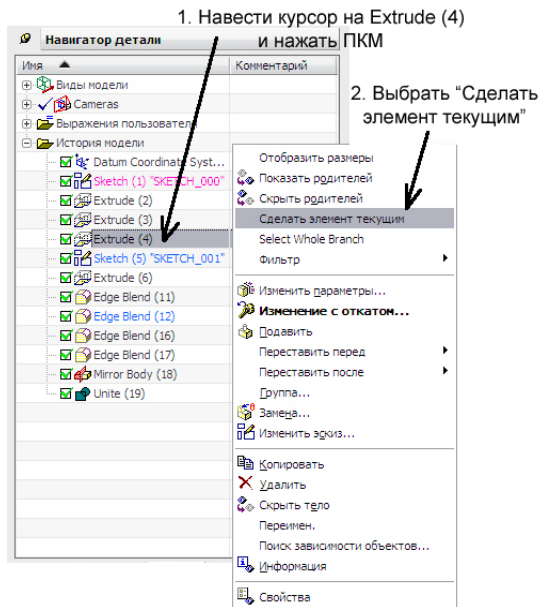

Рис. 40. Операция «Сделать элемент текущим»
ПКМ щелкаем по элементу Extrude (4) навигатора детали, затем в появившемся меню выбираем «Сделать элемент текущим» (рис. 40). Все элементы построения после Extrude (4) становятся неактивными.